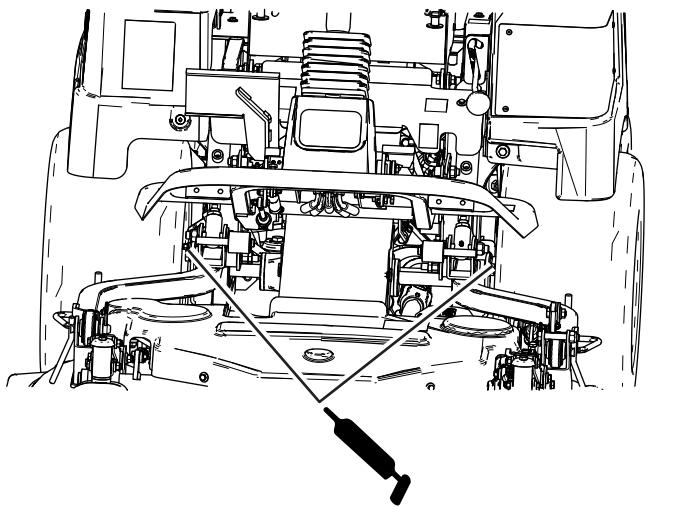

Figura 42
- Rolamentos da roda frontal (Figura 42)